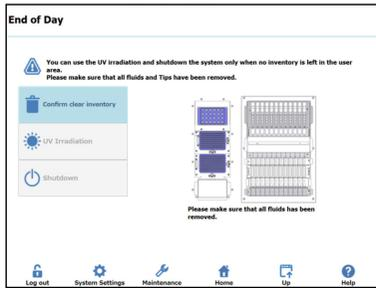

Figura 17: Página End of Day (Fim do Dia)
26. Na página principal, selecionar "End of Day" (Fim do Dia) para visualizar a seguinte página (Figura 17).